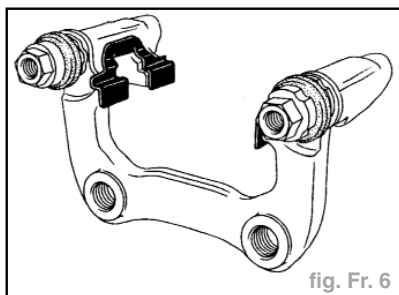

fig. Fr. 6
- Contrôler l'état des cales antibruit, les remplacer si nécessaire (fig. Fr. 6).